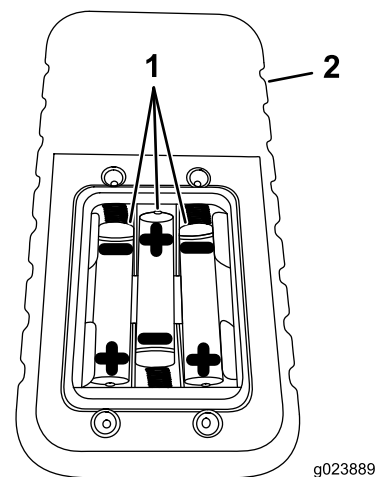

Рисунок 57
4. Установите три новых элемента питания типа AAA, расположив их так, как показано на Рисунок 57.